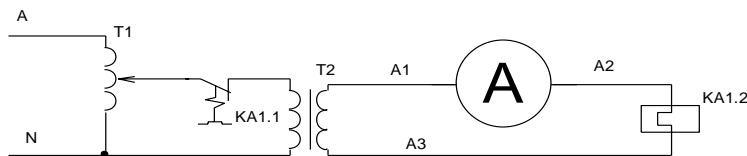

Рисунок 1
1. При исследовании теплового реле определяется сопротивление нагревательного элемента и визуально оценивается состояние контактов реле. Для определения токов срабатывания реле и их настройки собирается схема рис. 1. С помощью ЛАТРа устанавливается ток, протекающий через нагревательный элемент. Определяется ток срабатывания реле и возможность его регулировки.